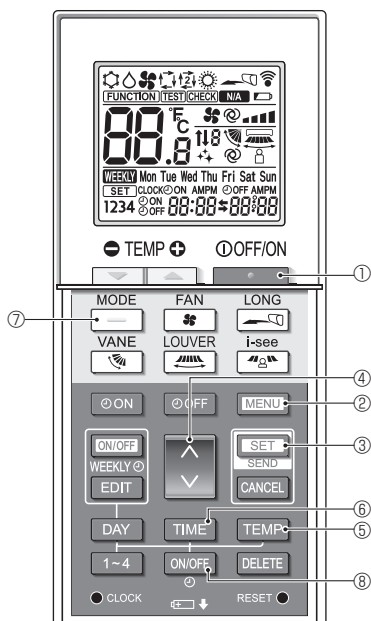
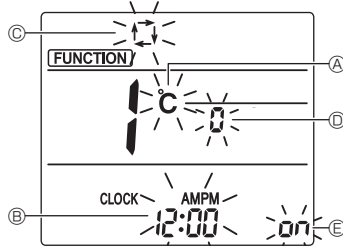

Fig. 7-9
Fig. 7-10
1. Pulse el botón ⏴ ① para detener el acondicionador de aire.
2. Pulse el botón MENU ②. Se mostrará la pantalla de configuración de funciones y parpadeará el n.º de función Ⓐ. (Fig. 7-9)
- Pulse el botón ⏴ ④ para cambiar el n.º de función.
3. Compruebe que se muestra la función N.º "1", y luego pulse el botón SET ③. Se visualizará la pantalla de configuración de la visualización. (Fig. 7-10)